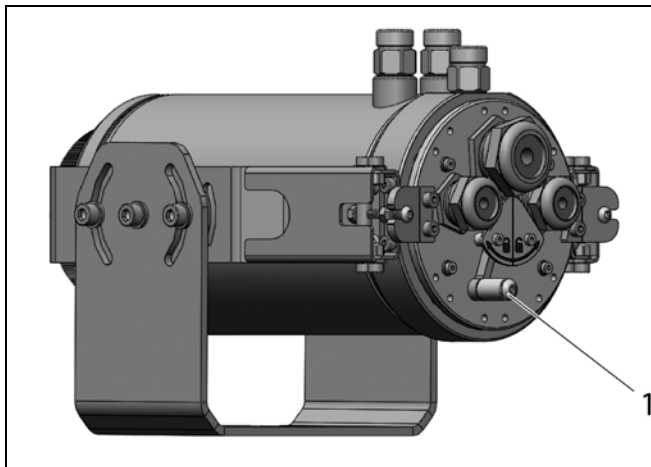

Abbildung 20: Rückansicht CoolingJacket mit Verriegelungshebel
6. Schieben Sie den Verriegelungshebel nach links (Symbol: ) , damit das Chassis exakt an der Innenfläche des Gehäuses anliegt (**Abbildung 20**).
4. Schieben Sie den Verriegelungshebel nach links (Symbol: ) , damit das Chassis exakt an der Innenfläche des Gehäuses anliegt (**Abbildung 20**).